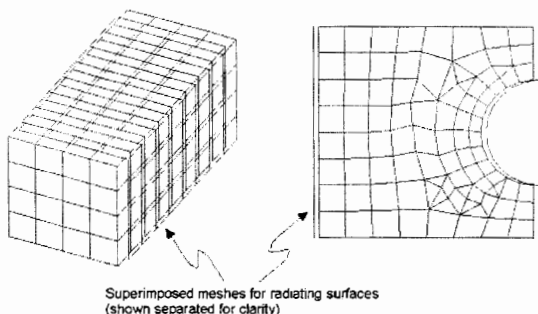

Рис. 10. Элементы, нанесенные на радиационные поверхности (для наглядности показаны отдельно)
2. На радиационные поверхности наносится сетка из элементов SHELL57 для трехмерных моделей и элементов LINK32 для двумерных моделей, как это показано на рис. 10. Наилучшим образом это можно сделать, создав сначала подмно-